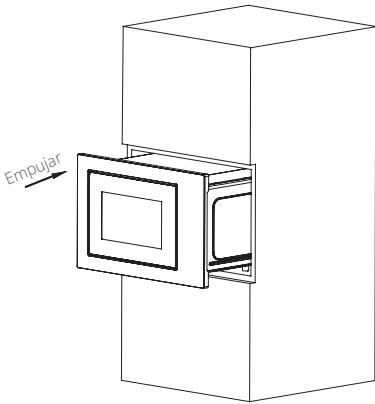

Fig.1
a) Coloque el horno microondas en el armario empotrado y empújelo hasta el final. (Fig. 1)